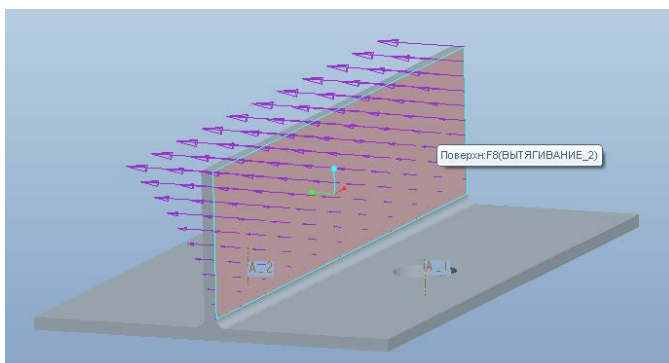

Рис. 21. Задание переменной нагрузки давлением
- нажмите «Предварительный просмотр» для просмотра распределения нагрузки, как показано на рис. 21.